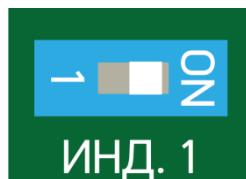

Рисунок 7.22
– снять крышку БОС. Включить сигнальный светодиод установкой флагка выключателя (поз.3, рисунок 7.1) в правое положение (положение «ON») (рисунок 7.22);